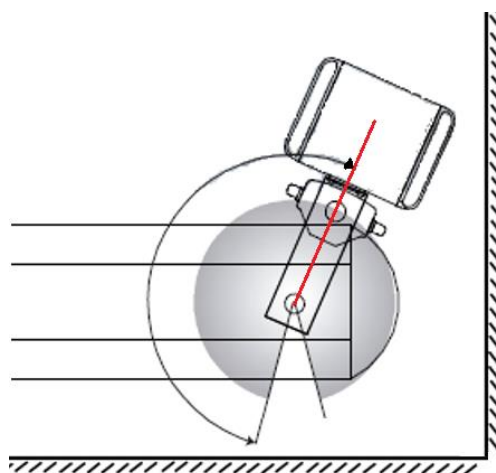

Fig.20 Fixation de la butée droite d'une colonne avec bras d'extension.
- Amenez la colonne à la nouvelle position maximale souhaitée en laissant un espace suffisant (l'espace d'un poing) comme indiqué dans la figure 20.